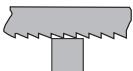

fig 8
- Il est important de garder au moins deux dents dans la coupe. Sélectionnez la bonne position de coupe pour votre pièce en vous référant à la figure 8.